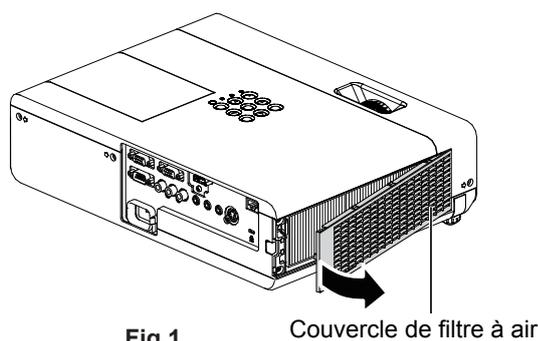

Fig.1
1) Retirez le couvercle du filtre à air. (Fig. 1)